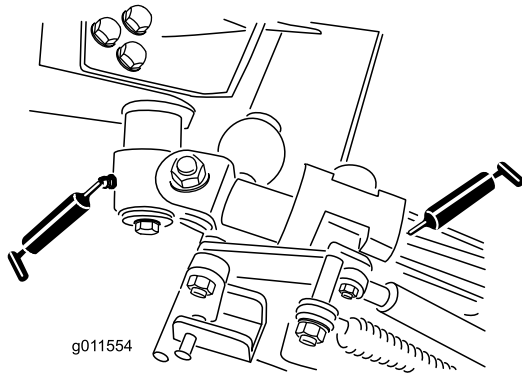

Figure 45
- 2 bagues de pivot d'axe coudé (Figure 45)
- 4 bagues de bras arrière (Figure 45)